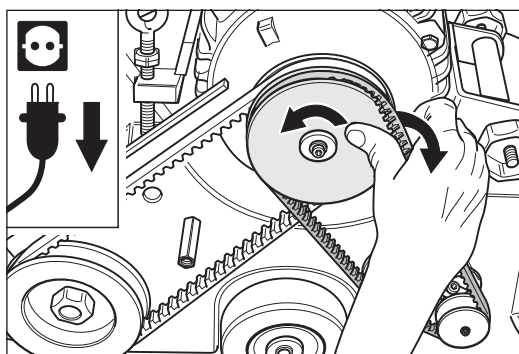

Abb. 52 Den Keilriemen für den Ventilator abnehmen.
- 7 Drehen Sie die Motorriemenscheibe und lassen Sie gleichzeitig den Keilriemen für den Ventilator von der Motorriemenscheibe laufen (Abb. 52).